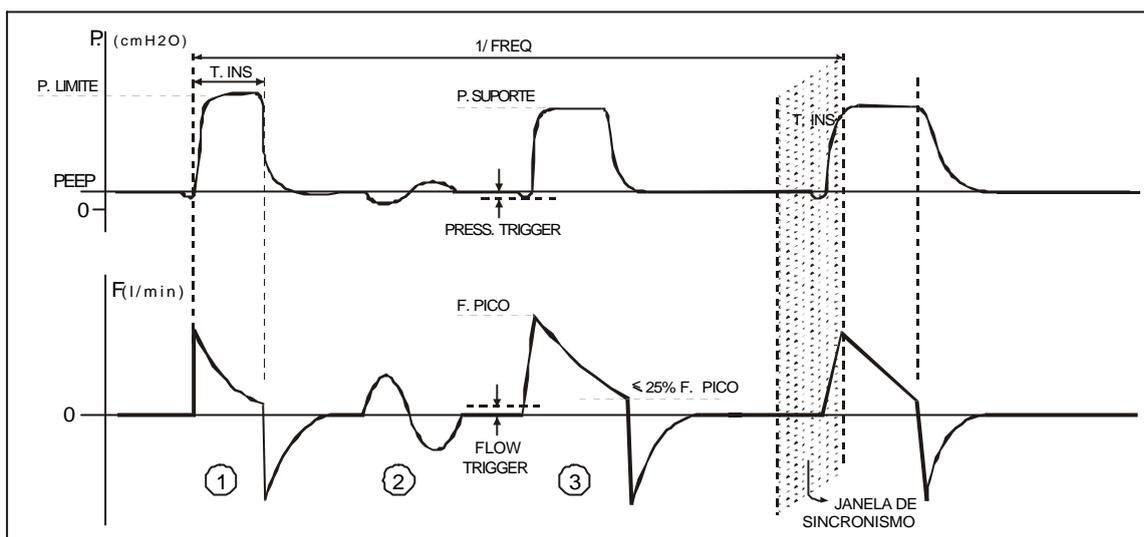

Figura 11.6. Modalidade SIMV/P®: exemplos de curvas: pressão x tempo e fluxo x tempo.
A Figura 11.6 apresenta curvas de pressão e de fluxo em função do tempo, para ajudar no entendimento da modalidade SIMV/P®. Os ciclos mandatórios operam de forma similar à modalidade PCV. Os ciclos espontâneos podem ter o recurso de suporte pressórico desativado ou ativado (3). O início de cada respiração pode ser comandado pelo ventilador ou pelo paciente, sendo que neste último caso o paciente somente pode disparar o ciclo durante o tempo de “janela de sincronismo”.